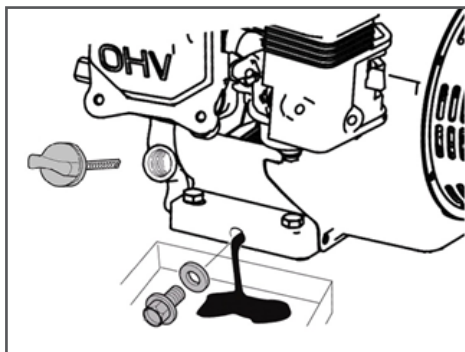

Рис. 16 Замена моторного масла
2. Очистите от загрязнений зону вокруг маслосаливной горловины. Извлеките щуп из маслосаливной горловины и протрите его чистой ветошью (Рис. 16).
3. Выкрутите болт отверстия для слива масла и слейте отработанное масло в подготовленную для этого емкость (Рис. 16).